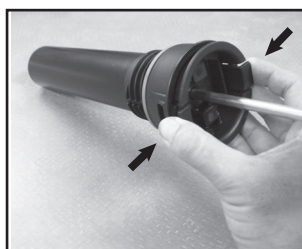

Figura 2
2. Para quitar la tapa de la bomba del cilindro de la bomba, oprima las lengüetas de la tapa y despréndala del cilindro. **(Vea la figura 2).**